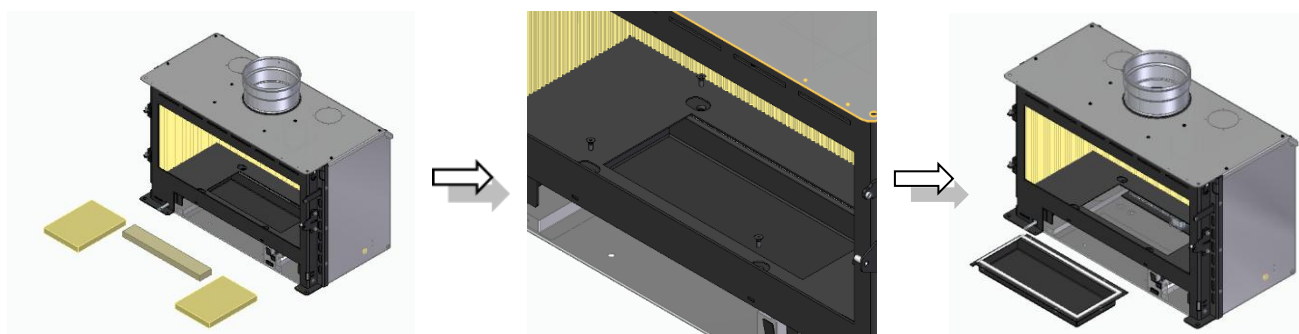

Figure 44 – Enlèvement de la vermiculite du fond et du tiroir
c. Enlever la vermiculite du fond de l'intérieur de la chambre de combustion et ensuite dévisser les vis inférieures qui fixent la boîte, la boîte sort du dessous de l'équipement après avoir été enlevée, voir Figure 44.